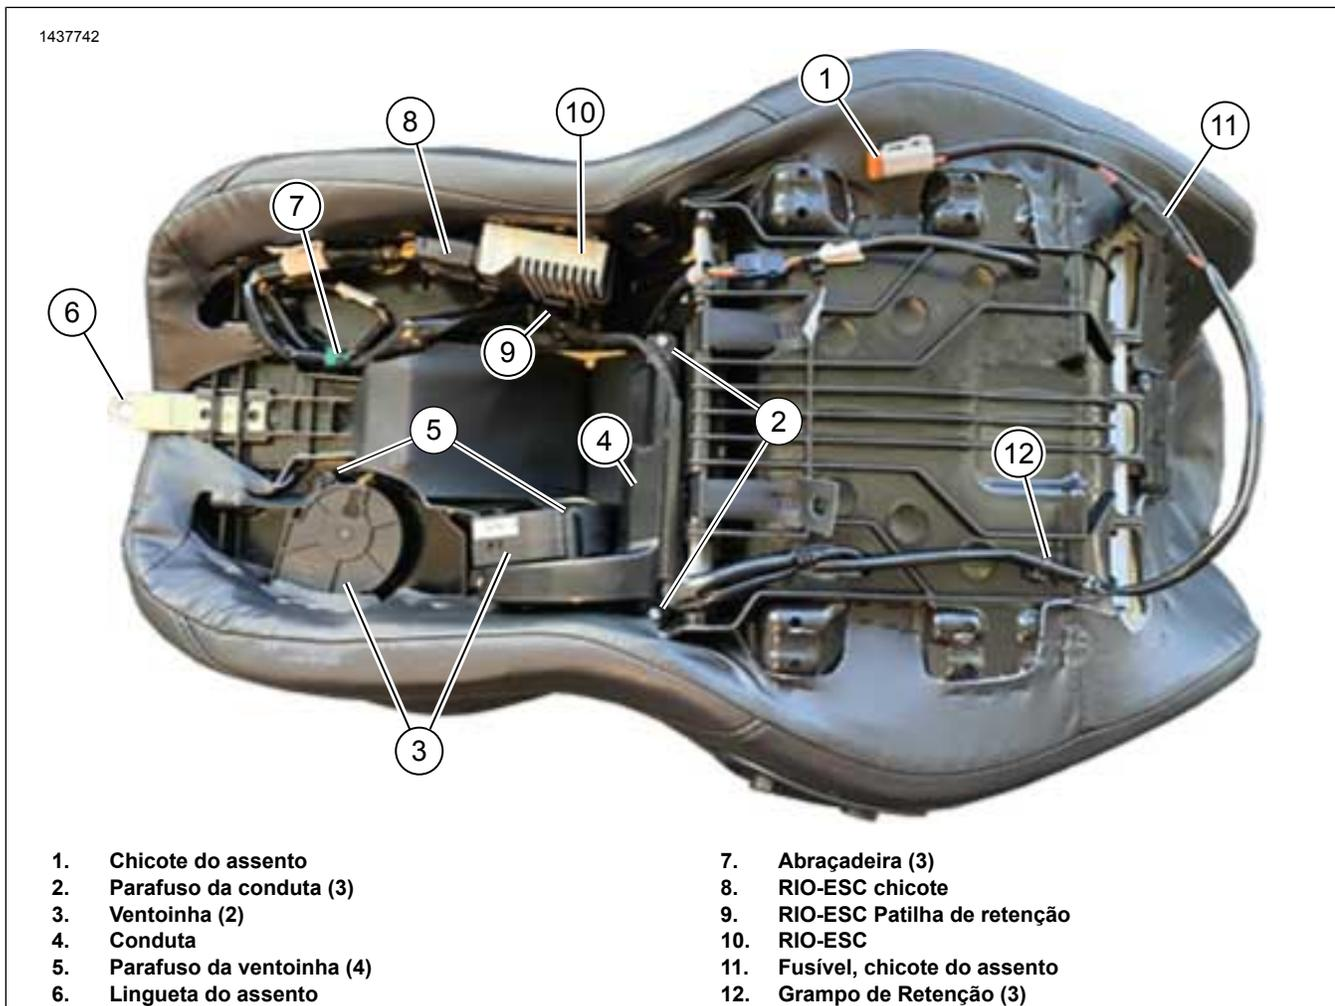
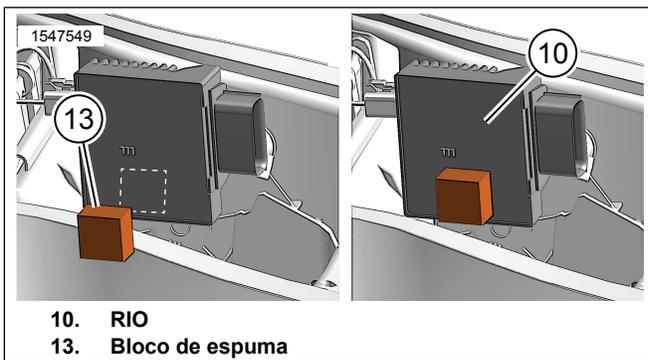
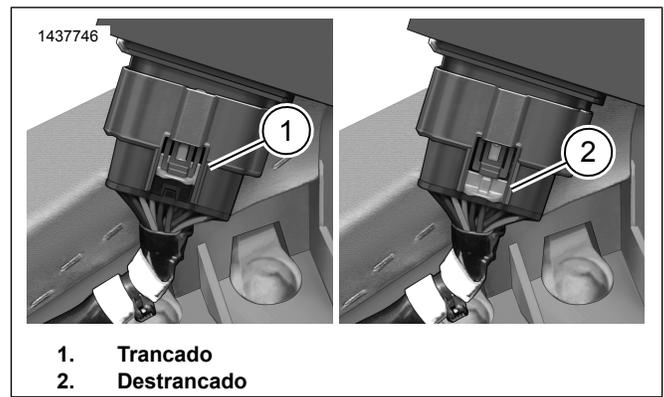

Figura 8. Assento com Sistema de Aquecimento/Arrefecimento
Figura 9. Instalação do Bloco de Espuma no Modelo RIO
Figura 10. Posição de Bloqueio/Desbloqueio do Conector RIO
1. Ver a Figura 8.
- l. Instalar o parafuso da placa de instalação do assento traseiro (6).
2. Ver a Figura 8.
- m. Instalar o parafuso da placa de instalação do assento traseiro (6).
3. Ver Figura 10 e Figura 8 . RIO-ESC substituição.
- a. Retirar a correia de apoio e o parafuso do assento traseiro (6).
- c. Desligar o chicote de fios do assento (1) do veículo.
- d. Retirar a abraçadeira (7) adjacente ao RIO-ESC (10). Elimine.
- e. Com uma chave de fendas de cabeça chata, levantar cuidadosamente a RIO-ESC patilha de retenção (9) que se encontra na base do assento e puxar em simultâneo o RIO-ESC (10) para fora do respetivo encaixe na base do assento.
- f. Colocar o sistema de bloqueio do conector do chicote de fios (8) na posição de desbloqueado.
- g. Premir com firmeza a patilha de retenção da ficha, para que o chicote possa ser desligado do RIO-ESC (10).
- h. Ver a Figura 9. Utilizando uma mistura de 50% de álcool isopropílico e 50% de água, limpe a superfície traseira do RIO-ESC e deixe-a secar completamente, antes de fixar o bloco de espuma.
- i. Ver a Figura 9. Remova a proteção traseira do bloco de espuma (13) e aplique-o na parte de trás do RIO-ESC (10), por baixo das luzes de LED.
- j. Ligar o **novo** RIO-ESC (10) ao chicote de fios (8).
- k. Colocar o sistema de bloqueio do conector do chicote de fios (8) na posição de bloqueado.
- l. Inserir o RIO-ESC (10) no encaixe da base do assento, até que RIO-ESC a patilha de retenção (9) que se encontra na base do assento fique bloqueada RIO-ESC na posição certa.
- m. Fixar **a nova** abraçadeira(7) entre o chicote (8) e a base do assento adjacente ao RIO-ESC (10).
- n. Ligar o chicote de fios (1) do assento ao veículo.
Verificar o Figura 8 relativamente aos seguintes itens: